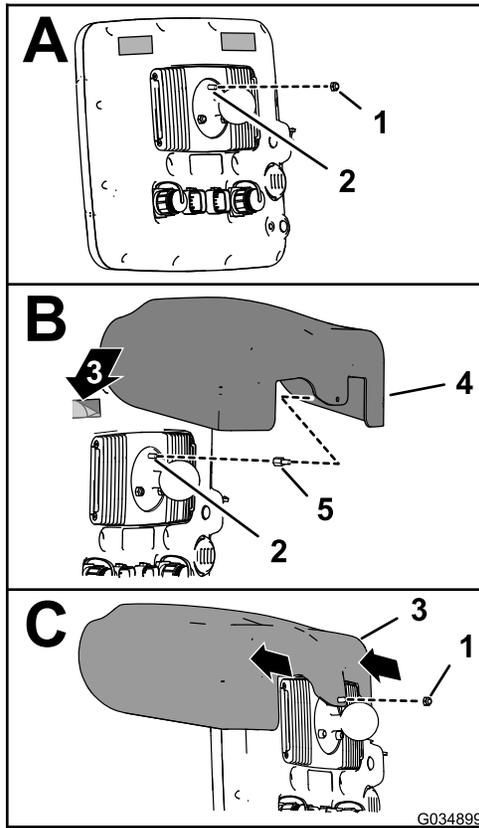

Figura 6
1. En la parte trasera del monitor de fumigación, con los 2 conectores (26 pines) hacia abajo, retire la contratuerca superior (5 mm) del espárrago del soporte de bola (Figura 6, A).
3. Enrosque el separador en el espárrago del soporte de bola (Figura 6, B) y apriete el separador a 250 N·cm.
5. Retire la parte posterior de las 2 cintas adhesivas (B de Figura 6) que aplicó en Aplicación de las cintas adhesivas al monitor de fumigación X30 (página 2).
6. Alinee el orificio de la visera del monitor con la porción del espárrago del separador roscado (Figura 6, B).
7. Monte la visera en el monitor (Figura 6, C) con la contratuerca de 5 mm que retiró en el paso 1.